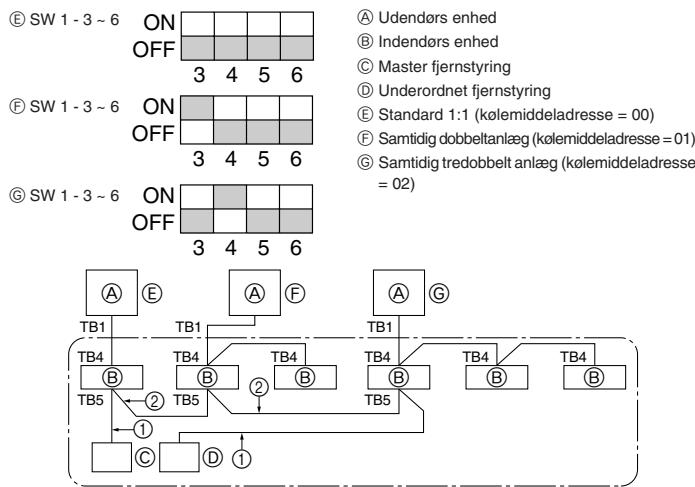

Fig. 10-1
① Tilslut strøm (hovedafbryder).
② Efter at gasstopventilen er lukket, sættes SWP-kontakten på kontrolpanelet på udendørs enheden til ON. Kompressoren (udendørs enhed) starter og opsamlingen af kølemidlet begynder. LED1 og LED2 på kontrolpanelet på udendørs enheden er tændt.
③ Fordi enheden automatisk stopper i løbet af ca. to til tre minutter efter afslutningen af kølemiddel opsamlingen (LED1 og LED2 er tændt), skal det sikres, at gasstopventilen lukkes hurtigt. Når LED1 og LED 2 er tændt og udendørs enheden er stoppet, skal væskestopventilen åbnes helt, hvorefter trin ② gentages efter tre minutter.
④ Afbryd strømmen (hovedafbryder).
10. Systemkontrol (Fig. 10-1)